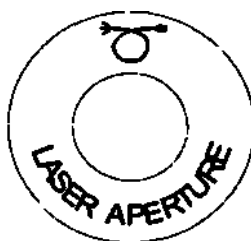

Рис. 15. Знак-указатель точки выхода лазерного луча.
3. На рис. 15 показан символ, обозначающий точку выхода лазерного луча и тип соединения.